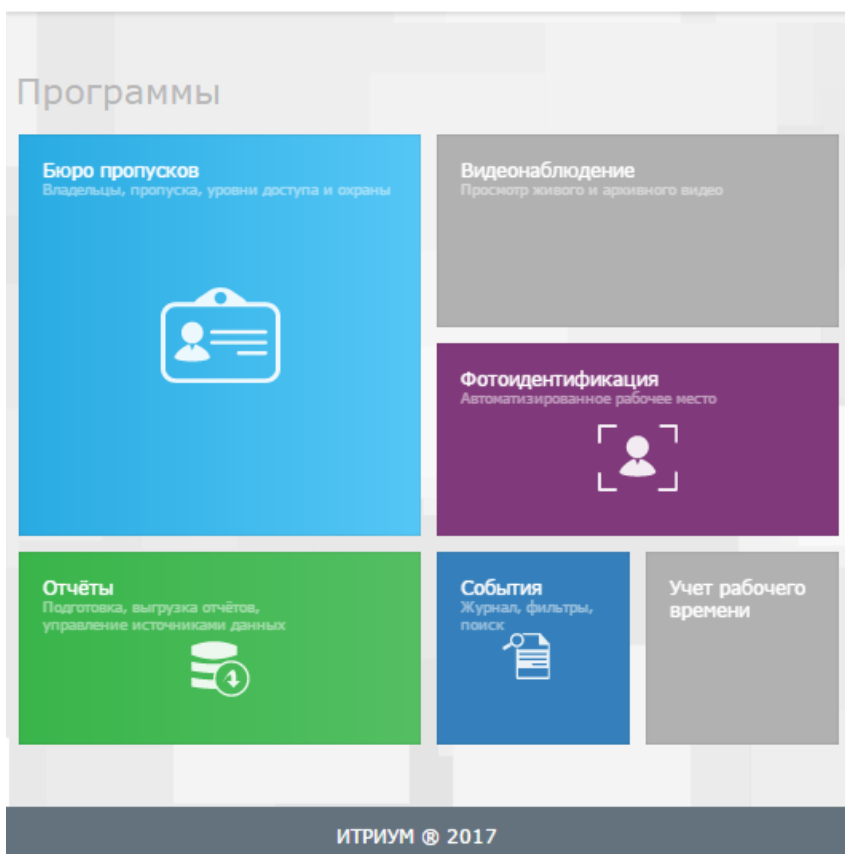

Рисунок 9.38 — Рабочий стол. Блок **Программы**
1. Блок **Программы** (рисунок 9.38) содержит перечень прикладных программ: